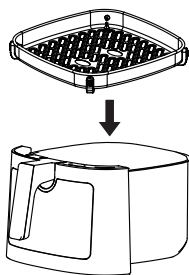
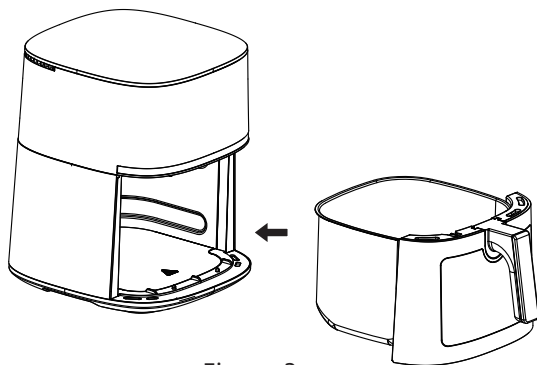

Figure 2
Figure 3
2. Insérez le support dans le panier (Figure 2), puis insérez le panier dans l'unité principale (Figure 3).